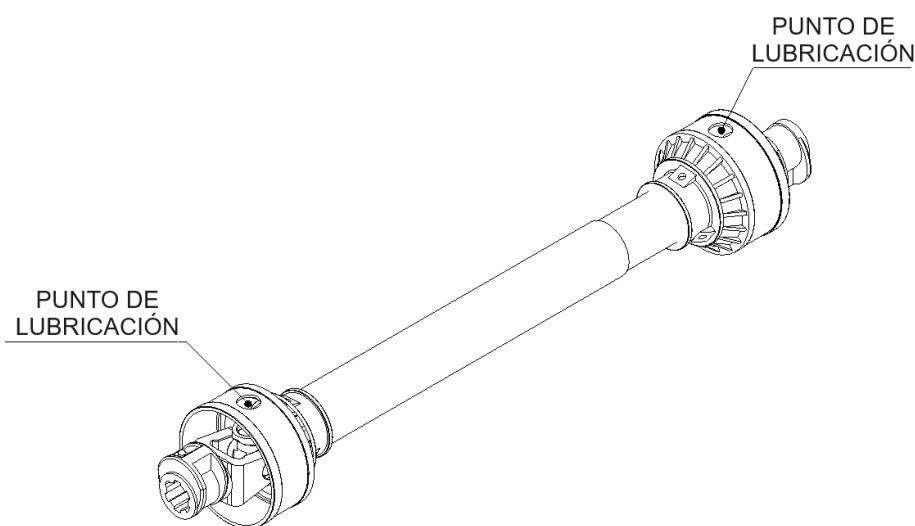

Figura 8.2 – Ej. Cardán de transmisión
- **Cardán:** El cardán (*Figura 8.2*) es uno de los componentes que debe comprobar cada día que trabaje con la máquina y, en este caso concreto, lubricar correctamente con la misma periodicidad.